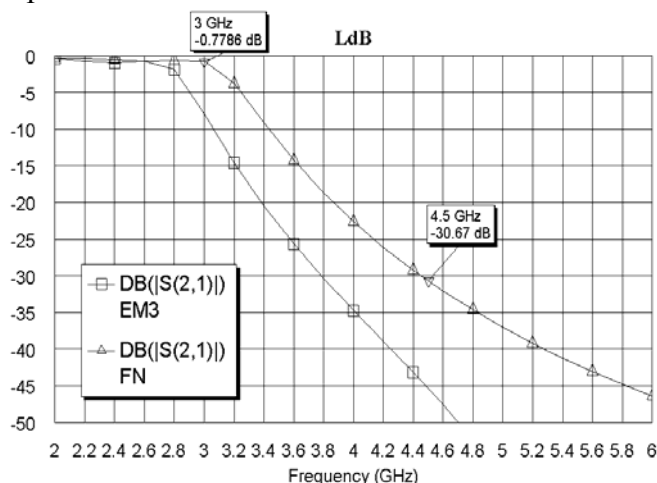

Рис. 2.12
15. Сделайте активным окно графика и щёлкните по значку **Analyze** на панели инструментов. Полученный график показан на рис. 2.12.